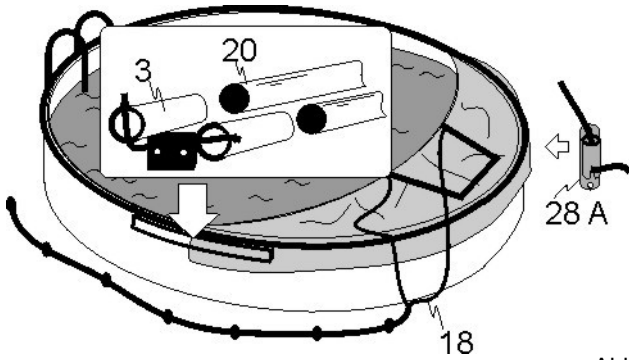

Abb. 7.1
## Aufziehen (Abb. 7.1 bis 7.4)
Den Cabrio Dome an den Rand gegenüber der Einstiegsleiter legen und darauf achten, dass sich die Seite mit der Tür und dem Zugseil (18) oben befindet (Abb. 7.1).